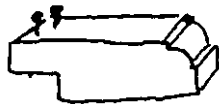

Fig. 5. Ritsmått.
- Fast ritsmått, används till slitsen (fig. 5).